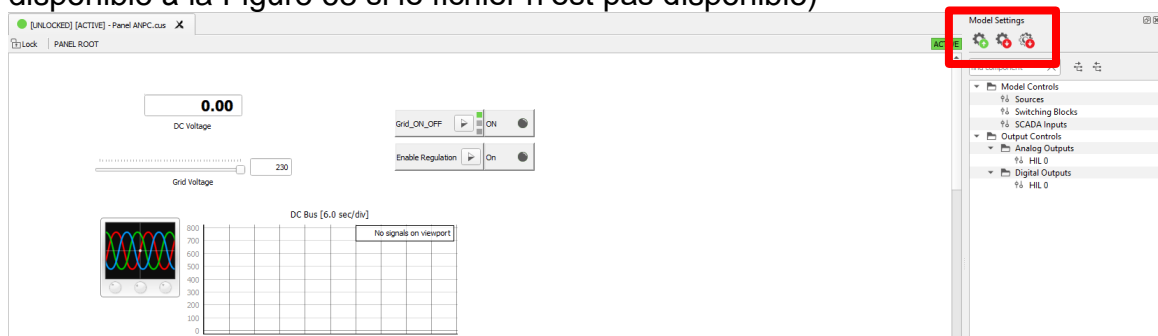

Figure 173 : Charger les entrées et sorties du système, avec le bouton vert
5. Une fois que le Panel s'ouvre, il faut charger les paramètres d'entrées et sorties → Figure 173 (les paramètres dans Analog et Digital Output sont disponible à la Figure 68 si le fichier n'est pas disponible)